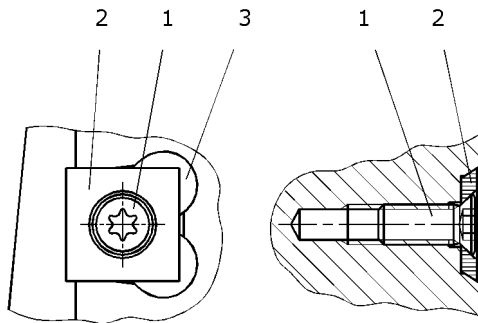
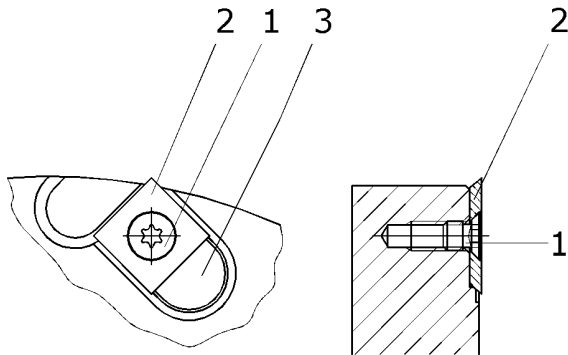

Abb. 2
Abb. 3
Bei Vorschneiden unterscheidet man zwischen dem Umfangschneiden-Typ "CASTOR" (s. Abb. 2) und dem Stirnschneiden-Typen für die Falzbearbeitung (s. Abb. 3 und 4).
(s. Abb. 2)
(s. Abb. 3 und 4)
2. Schraube (1) mit Torxschlüssel lösen und vollständig aus dem Messersitz entfernen.
3. Vorschneider (2) aus der Messeraufnahme entnehmen.
4. Messerauflage (3) und alle dazugehörigen Einzelteile reinigen. Darauf achten, dass alle Spannflächen frei von Verschmutzungen, Öl, Fett und Wasser sind.
5. Gewendeten oder neuen Vorschneider präzise einsetzen (s. Abb. 3 und 4).